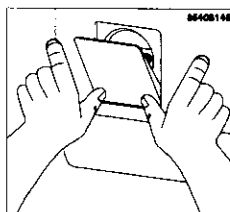

Abb.6
a. - Öffnen Sie bitte die Klapptür (Abb.6).
- Wenn Sie das Gerät in eine Nische einbauen wollen, haben Sie die Möglichkeit, die Querstange, die die Schläuche auf der Rückseite des Gerätes befestigt, zu kürzen (Abb.6).